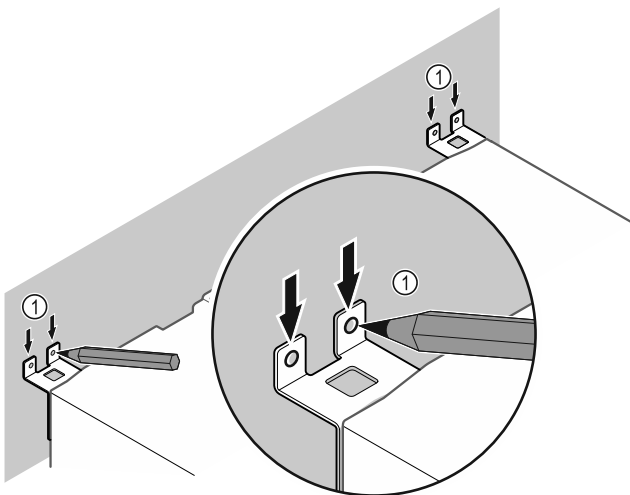

Fig. 11
- ▶ Udělejte na stěně značky Fig. 11 (1).